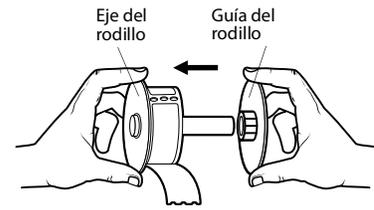

Figura 1
- 4 Sujete el eje del rodillo con su mano izquierda y coloque el rollo de etiquetas en el eje, de manera que éstas se introduzcan por debajo y el extremo izquierdo del rollo de etiquetas esté totalmente pegado al lateral del rodillo. Consulte la Figura 1.